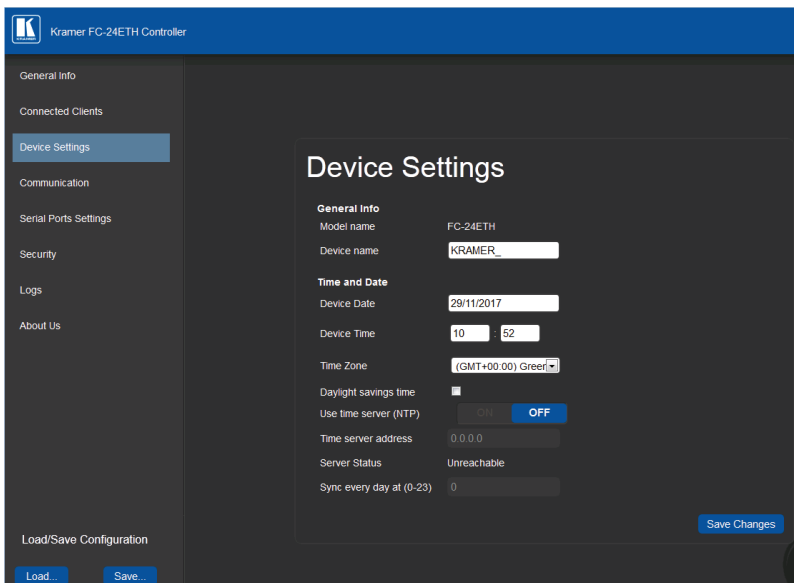

Рис. 16. Страница Device Settings
1. Перейдите к странице Device Settings, щелкнув на позиции Device Settings. Выводится страница Device Settings (см. рис. 16).